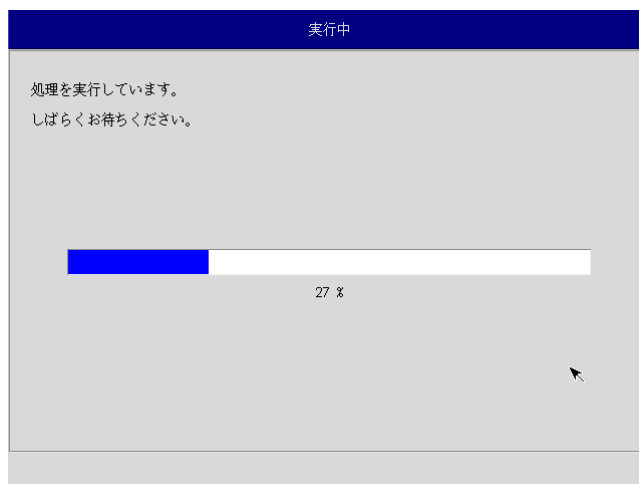

図 5-2-7. 実行中画面
- ⑫ 実行中画面（図 5-2-7）が表示され、処理が開始されます。実行中はリカバリ USB メモリ、保存メディアを外さないでください。また、電源を落とさないようにしてください。